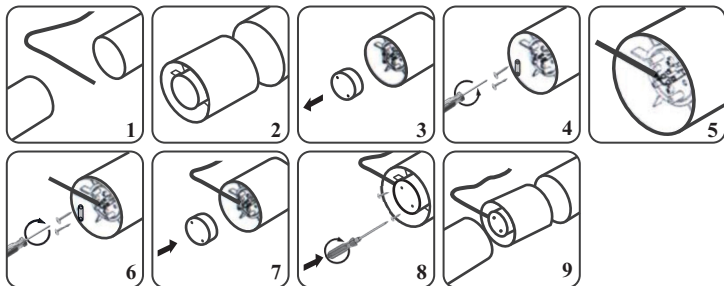

Рис. 1
При отсутствии повреждений можно приступать к установке вентилятора в предназначенное место (**рис. 1**):
4. Зафиксировать кабель прижимной планкой поз.4 (**рис. 1**);